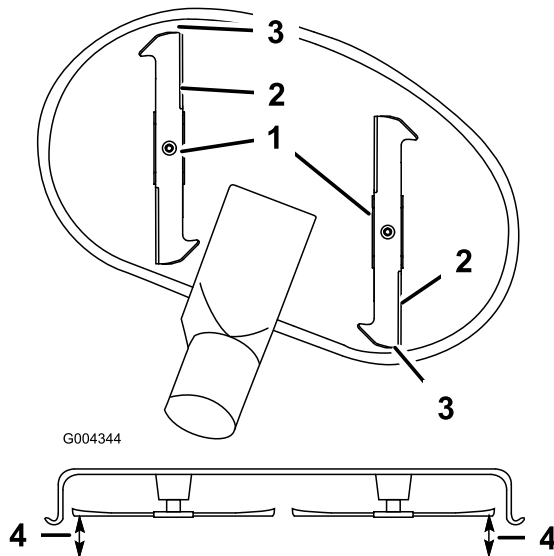

Figura 56
9. Ponga la altura de corte en **D** (76 mm) y gire con cuidado las cuchillas hasta que estén alineadas hacia adelante y hacia atrás (Figura 56).
10. Mida entre la punta de la cuchilla delantera y la superficie plana y entre la punta de la cuchilla trasera y la superficie plana (Figura 56). Si la punta de la cuchilla delantera no está entre 1,6 y 7,9 mm más baja que la punta de la cuchilla trasera, ajuste las contratuercas delanteras.